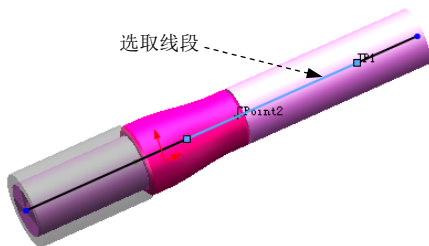

图 11.5.22 定义覆盖线段
Step4. 定义覆盖对象。选取图 11.5.22 所示的线段为添加覆盖层对象。